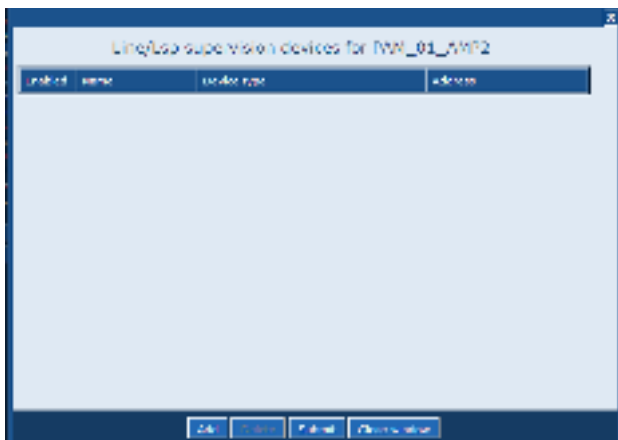

рисунок 44.15: Добавление контролирующего устройства, шаг 1
- 1 Нажмите кнопку *Configure supervision devices* в категории *Audio Outputs* используемого усилителя мощности (см. раздел 44.3.4). Отобразится экран, подобный экрану, изображенному на рисунок 44.15.